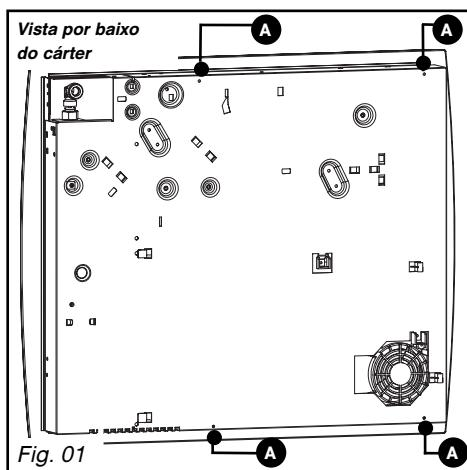
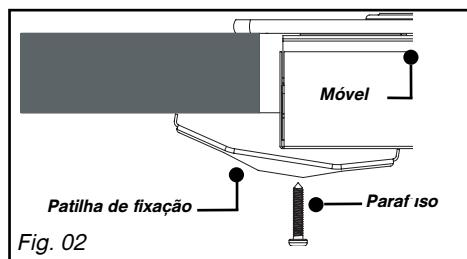

Fig. 01
Fig. 02
do seu aparelho e para assegurar a impermeabilidade entre a caixa e a bancada de trabalho, deve colar a junta fornecida na bolsa (Fig. 02).
– Se desejar, poderá immobilizar a placa com as patilhas e os parafusos fornecidos (Fig. 02) e se fixam aos cantos do cárter. Utilize obrigatoriamente os orifícios previstos para este efeito, conforme indicado na imagem apresentada acima (Fig. 01).